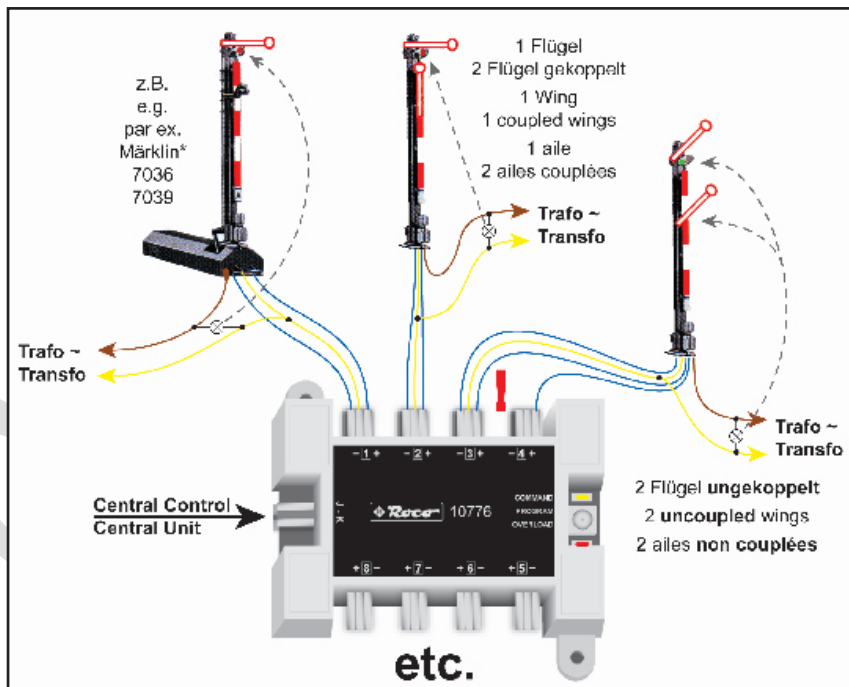

Fig. 2
**Anschlußbilder Fig. 2 und 3 Seite 2**
See fig. 2 and 3 at page 2
Voir Fig. 2 et 3 page 2